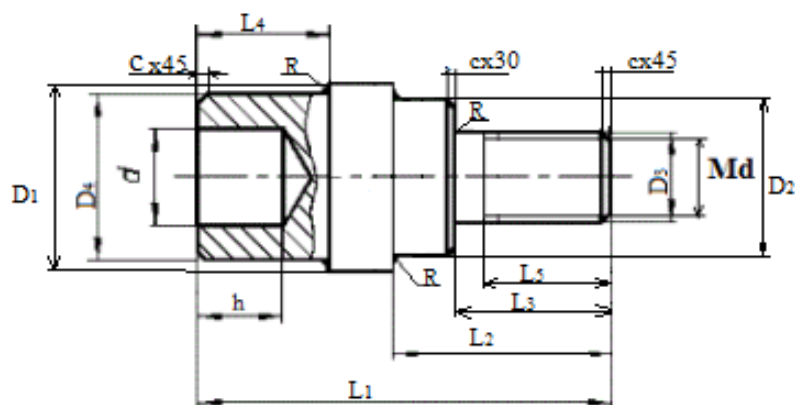

Рис.13 – Эскиз детали
2. Выполнить чертеж ступенчатого вала, предложенного преподавателем (рис. 13)